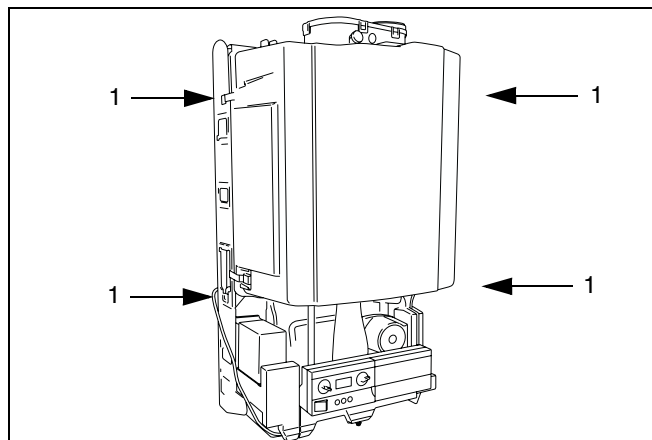

fig. 44 Ventilatiekast verwijderen
- Open de snelsluitingen (→ fig. 44, [1]) en verwijder de ventilatiekast.